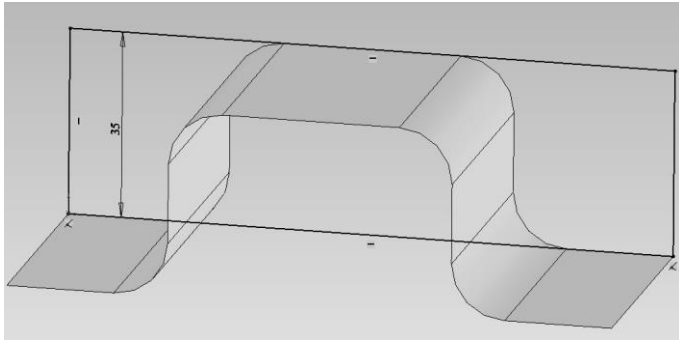

Рисунок 8.2 – Побудова ескізу
- обрати площину побудови та увійти в режим «**Sketch**». Створювати ескіз прямокутника, кінцеві точки якого повинні бути пов'язані з крайніми (по діагоналі) точками попереднього ескізу, (рис. 8.2);